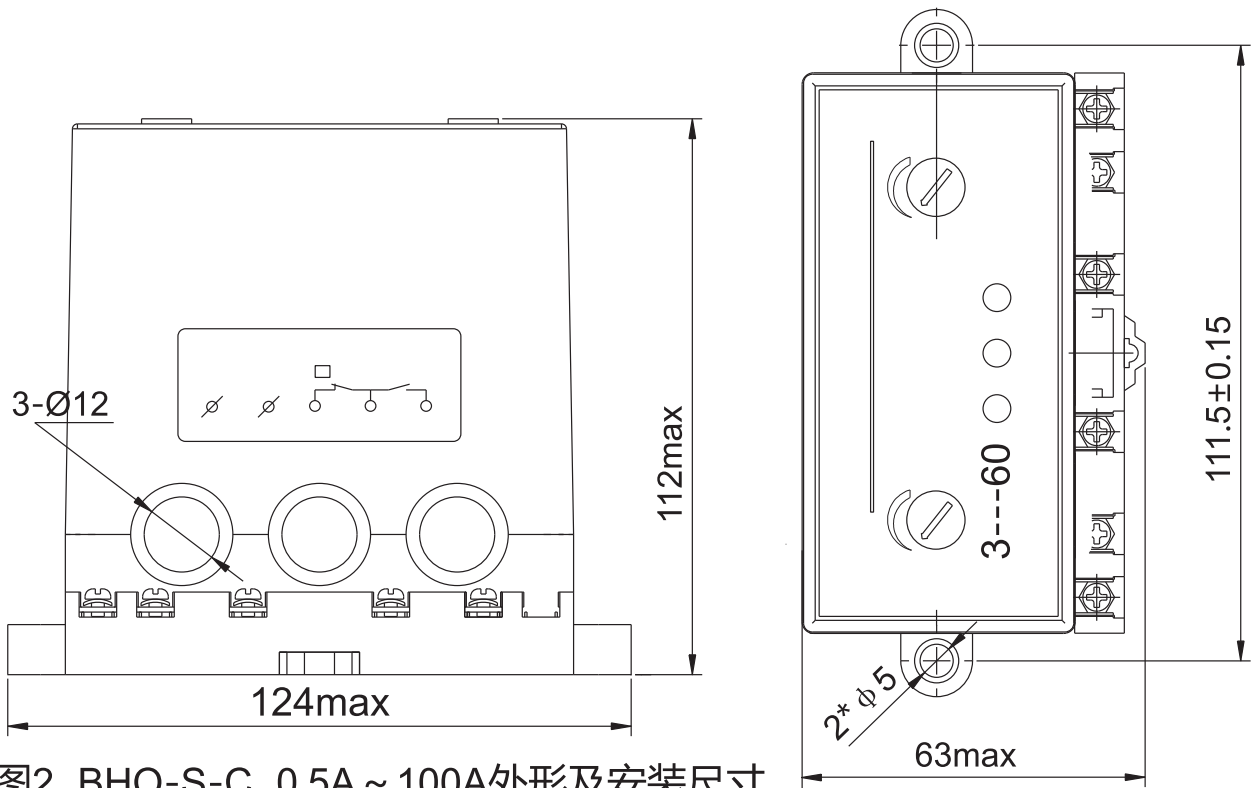
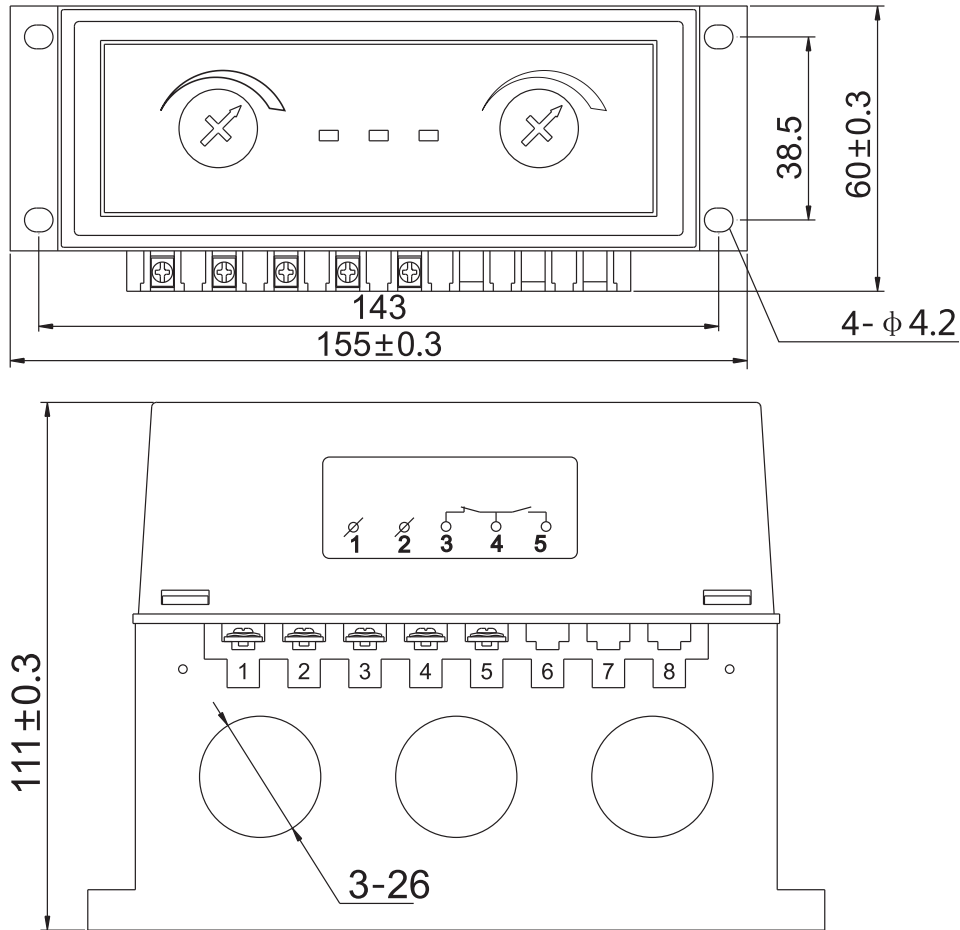

图2 BHQ-S-C 0.5A~100A外形及安装尺寸
图3 BHQ-S-C 150 ~ 300A外形及安装尺寸
4 外形及安装尺寸(见图1、图2、图3)
6.2 至负载交流接触器的三条主线路分别穿过保护器的导线孔H1、H2、H3与电动机进线连接,见图2、图3,对电流小于6A的电动机要将三相电源线分别同方向穿绕保护器导线孔几圈。穿过保护器导线孔最低信号电流与穿孔圈数之积要大于3A。